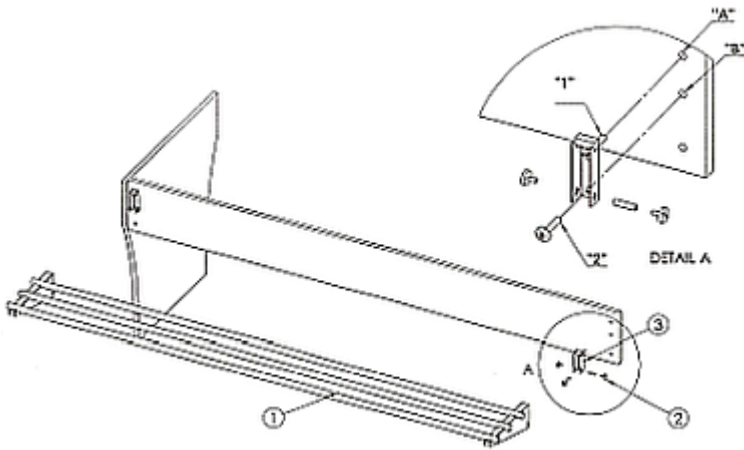

Рис. 4
1. Для прикрепления держателя ③ (рис. 4) направляющей для подносов следует использовать отверстия „А“ и „В“ (отверстия 1. и 2. на деревянной панели сверху).
3. Прикрепить держатель ③ на деревянной панели, вкручивая для этого винт „1“ в отверстие „А“ и винт „2“ в отверстие „В“.
4. Установить направляющую для подносов ① на держатели и прикрепить ее с помощью прилагаемого дистанцирующего болта ②.